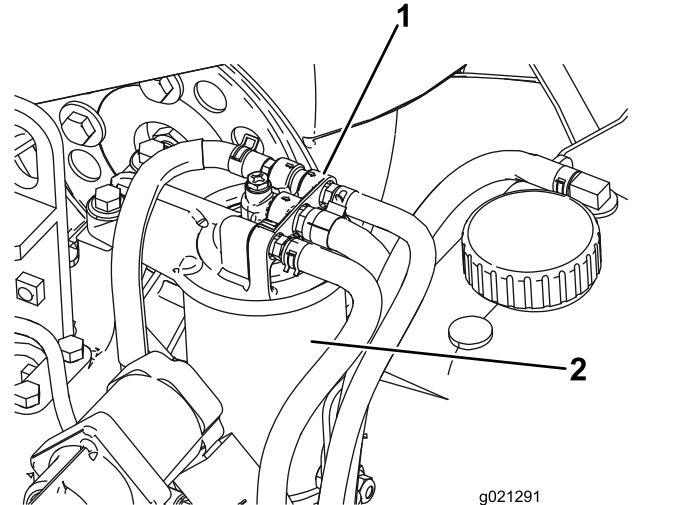

Bild 93
2. Reinigen Sie den Bereich um den Kraftstofffilterkopf (Bild 93).
3. Entfernen Sie den Filter und reinigen Sie die Befestigungsoberfläche des Filterkopfes (Bild 93).